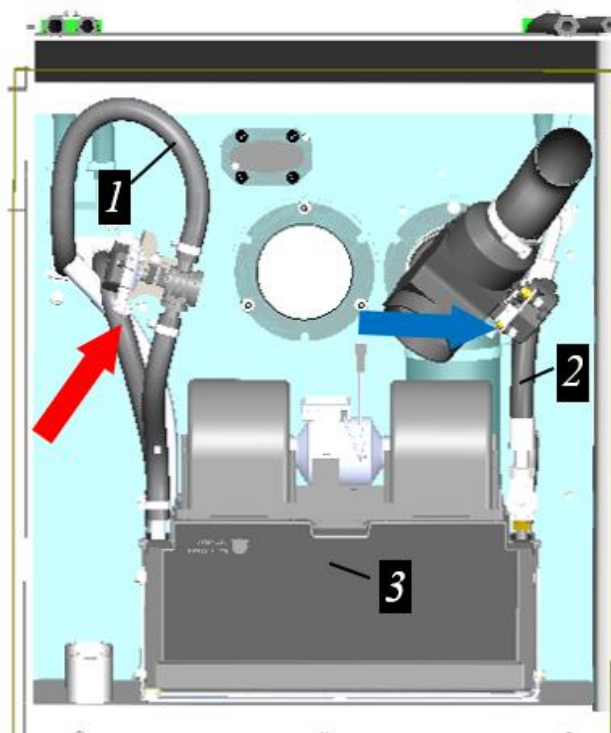

Рисунок 3.153. Расположение трубопроводов систем отопления и кондиционирования воздуха
- ▶ Осмотреть трубопроводы поз. 1-2 и места их присоединения к испарительно-отопительному блоку 3 на наличие протечек см. рис. Рисунок 3.153.